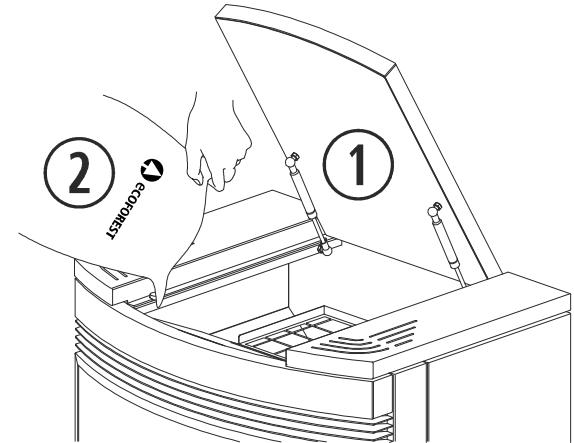
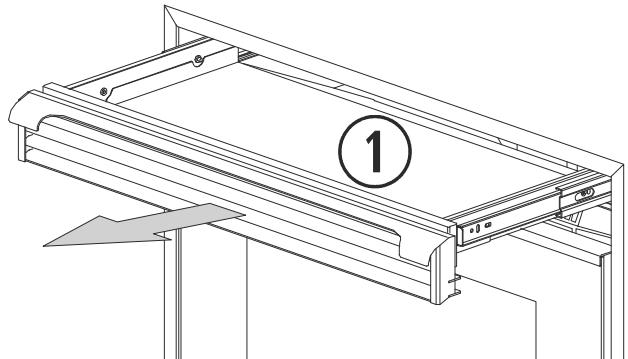

Figura 2
Figura 3
- 2.13.** Per effettuare il rifornimento di carburante nella stufa, dobbiamo aprire il coperchio del serbatoio e svuotare il sacco di carburante, facendo attenzione ad evitare fuoriuscite di carburante. Vedi *figura 2 (ECO III)*. Nei modelli *Córdoba* (*figura 3*) e *Córdoba Glass*, il rifornimento di carburante avviene estraendo il vassoio di rifornimento, grazie alle maniglie di cui è dotato l'elemento dell'aria di convezione. Effettuare il rifornimento sempre a freddo.